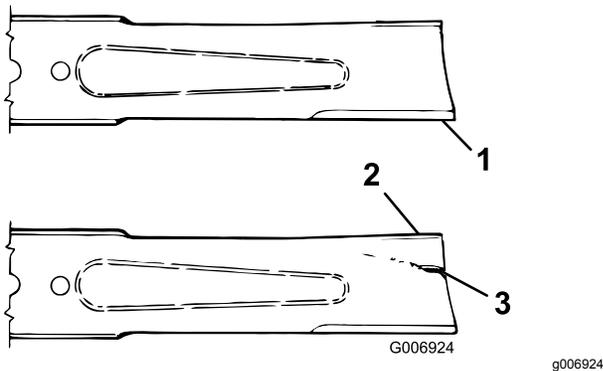

Figura 89
- Verificate accuratamente i taglienti, con particolare attenzione ai punti d'incontro delle sezioni piatta e curva della lama (Figura 89).
della lama, per cui si consiglia di controllare la lama prima di usare la macchina. Se riscontrate segni di usura (Figura 89), sostituite la lama; fate riferimento a Rimozione della lama \(pagina 71\).
Se continuate ad usare la lama usurata, si forma una scanalatura tra la costa e la sezione piatta della lama (Figura 89). Alla fine, un pezzo di lama può staccarsi e venire lanciato dal sottoscocca, con il rischio di ferire gravemente voi o gli astanti.